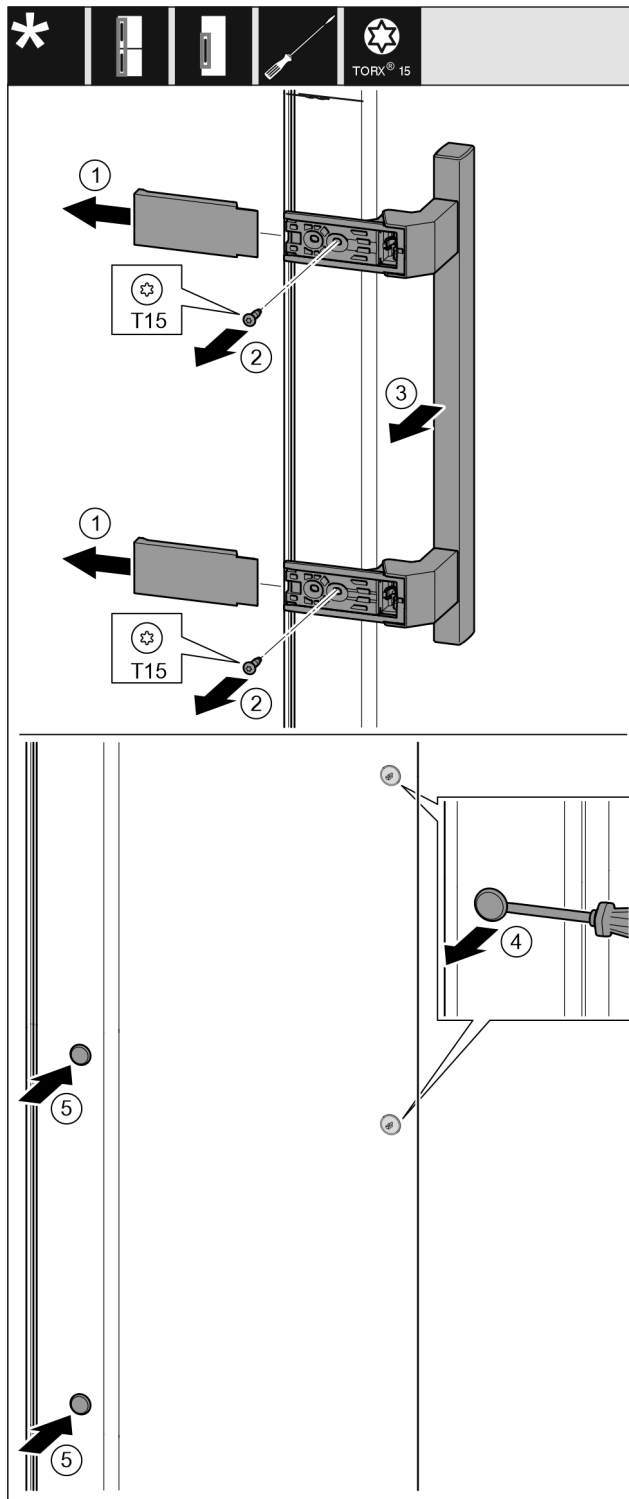

Fig. 19
- ▶ Retirer le cache. Fig. 19 (1)
- ▶ Desserrer les vis avec le tournevis T15. Fig. 19 (2)
- ▶ Déposer la poignée. Fig. 19 (3)
- ▶ Soulever délicatement le bouchon latéral avec un tournevis plat et le sortir. Fig. 19 (4)
- ▶ Remettre en place le bouchon de l'autre côté. Fig. 19 (5)